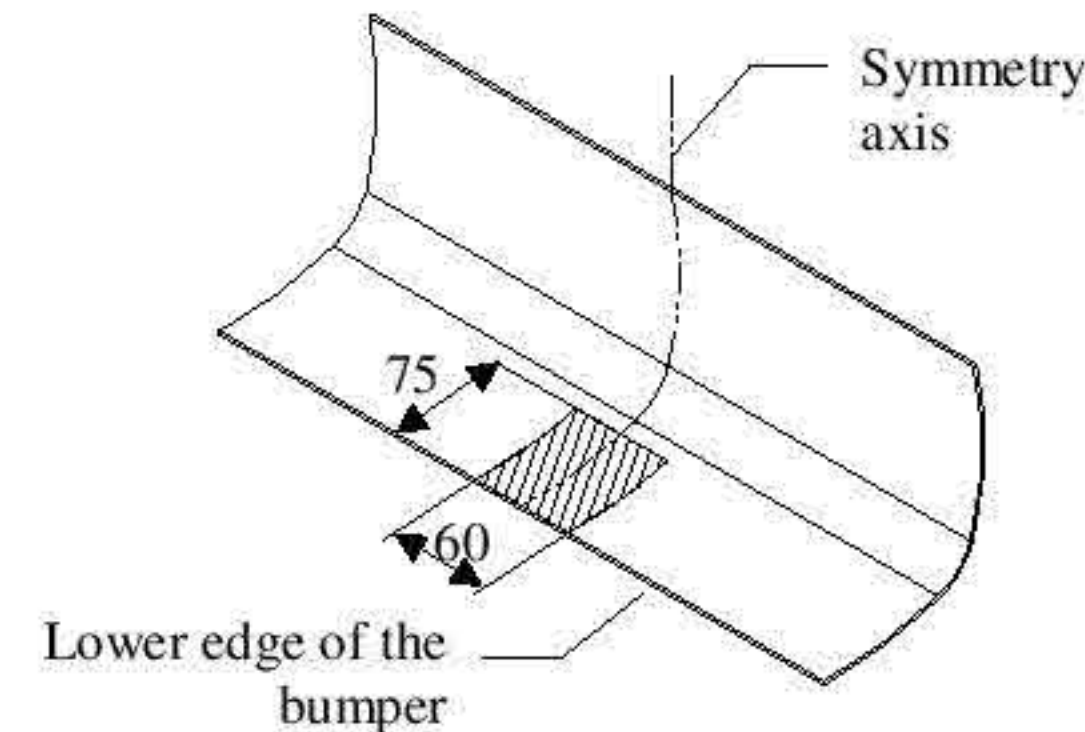

Fig. 3 Bumper cut out
8. Montați din nou barei de protecție după ce tăiați fragmentul așa cum este prezentat în fig. 3.